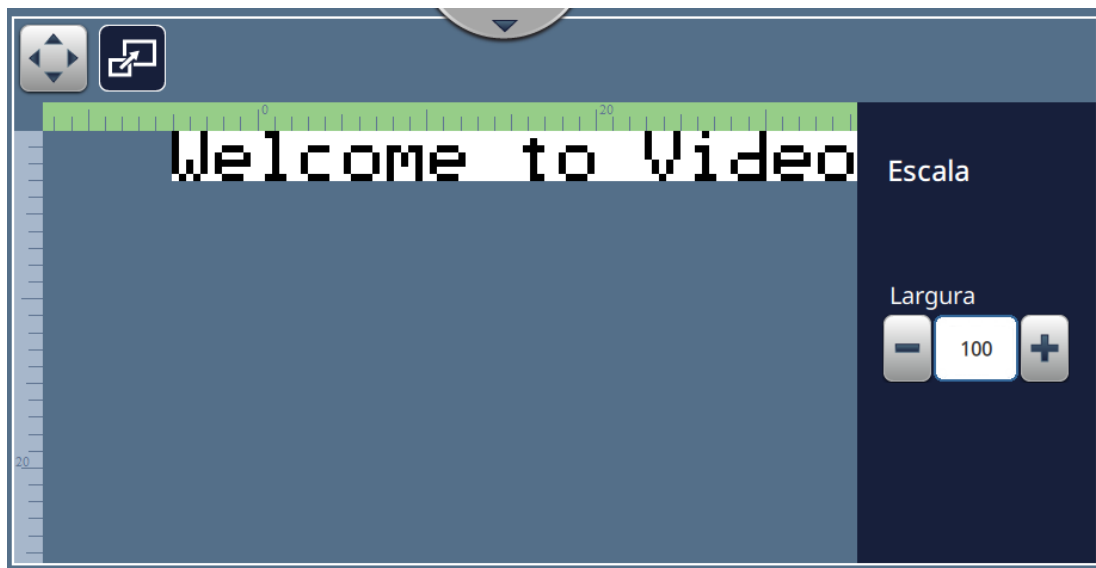

Figura 4-10: Ajustar_Escala
1. Toque no  botão e o valor atual do divisor de escala atual aparecerá, como mostra a Figura 4-10.